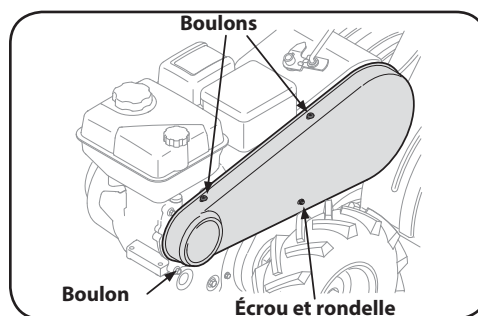

Figure 5-2
2. À partir du côté gauche de l'appareil, enlevez les deux boulons sur le couvercle de la courroie avant de retirer le couvercle de courroie. Voir Figure 5-2.
3. Retirez l'écrou et la rondelle aussi placés sur le côté du couvercle de courroie. Enlevez le boulon hexagonal qui se trouve à l'arrière du couvercle de courroie. Voir Figure 5-2.